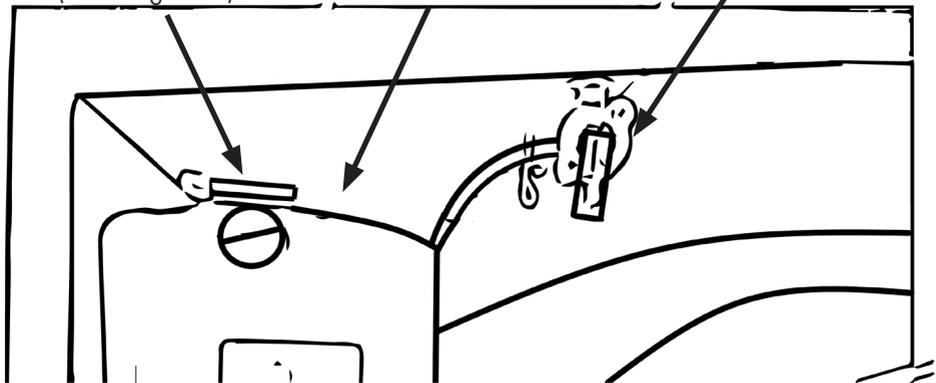

Figure 11
1. Ouvrez le robinet de carburant. Voir également la figure 11. (la poignée du robinet est orientée vers le bas)